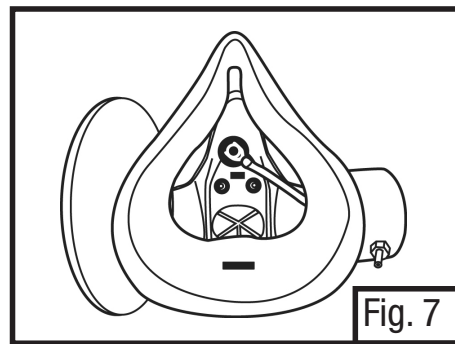

Fig. 7
9. Fasten the suction cup to the inside surface of the respirator facepiece of full facepiece nose cup. The suction cup should be located between the nose and mouth of the test subject. It may be necessary to moisten the suction cup to make it stick. Make certain the sampling tube is not crimped or kinked. (Fig. 7)
9. Bien assujettir la ventouse à l'intérieur de la coquille nasale du masque complet. La ventouse devrait se trouver entre le nez et la bouche du sujet qui est soumis à l'essai d'ajustement. Il peut être nécessaire d'humecter la ventouse pour assurer une adhérence adéquate. S'assurer que le tube d'échantillonnage n'est ni coincé ni plié. (Fig. 7)